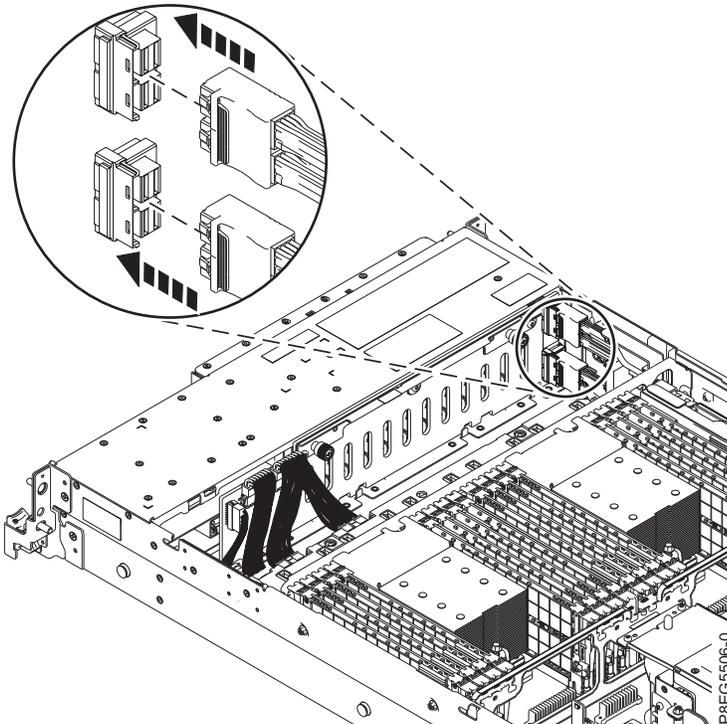

Figura 15. Cómo volver a conectar los cables SAS frontales a la placa posterior de la unidad de disco
8. Vuelva a conectar los cables SAS frontales a los puertos de conector de la placa posterior de la unidad de disco, como se muestra en la Figura 15 en la página 18. Empuje el conector del cable hasta que el pestillo del conector haga clic.